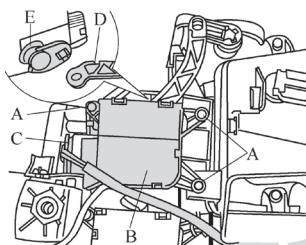

图 5-28 拆卸除霜翻板伺服电动机
- 5 ) 如图 5-28 所示，如有必要，标记连接伺服电动机的插头 C ( 避免与其他结构相同的插头混淆 )。旋出紧固螺栓 A 并拆下除霜翻板伺服电动机 V107。将伺服电动机略微旋转，使摇臂 E 上的防松销与连接杆 D 的卡槽处于拆卸位置。将伺服电动机摇臂 E 从连接杆 D 上拆下。脱开除霜翻板伺服电动机 V107 上的插头连接 C。